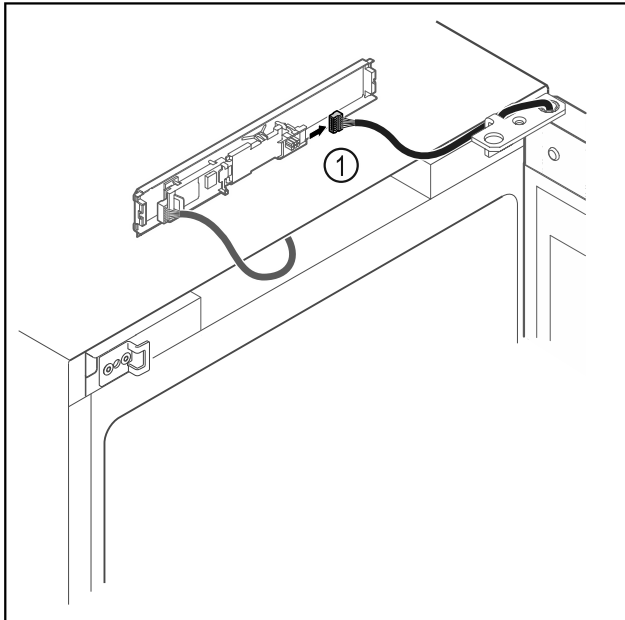

Fig. 18
- Shkëputni spinën Fig. 18 (1) nga qarku.